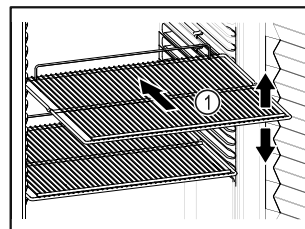

Fig. 82 Példaként szolgáló ábrázolás
- ❑ Ha a tároló rácsok Fig. 82 (1) áthelyezhetőek, akkor igazítsa be őket a kívánt magasságnak megfelelően.